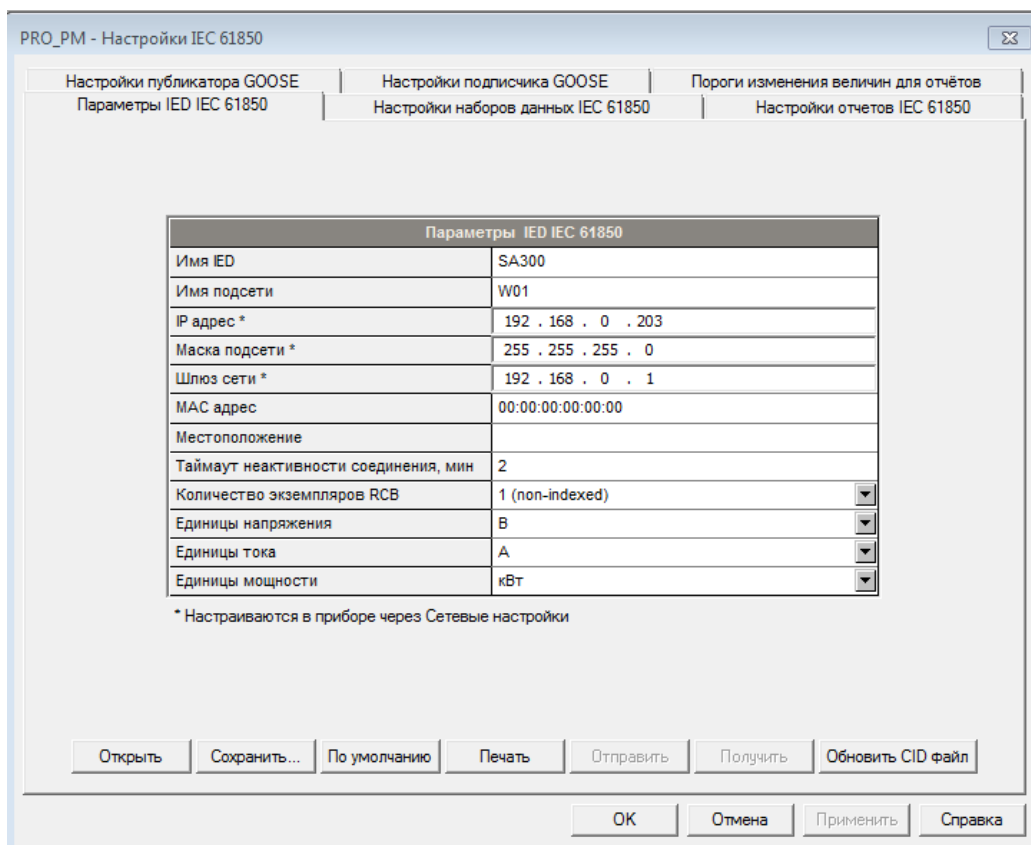

Рисунок 119 – Параметры IED IEC 61850
1. Выберите на панели меню ПО PAS «Настройки» – «Настройки IEC 61850», в открывшемся окне выберите вкладку «Параметры IED IEC 61850» (рисунок 119).